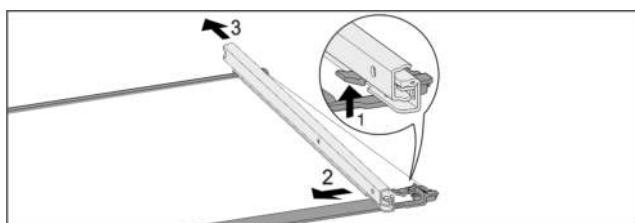

Fig. 104 Glasplatte mit Schienen
- Vordere Rasthaken nach oben drücken. Fig. 104 (1)
- Auszugsschiene zur Seite Fig. 104 (2) und nach hinten Fig. 104 (3) wegschieben.